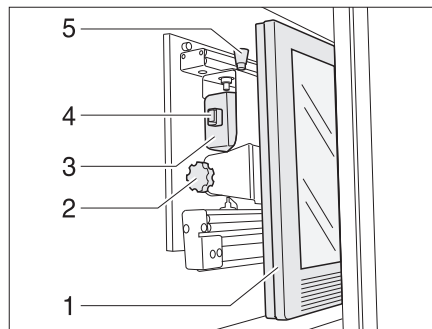

Fig. 130 Meuble télévision
- Appuyer sur le bouton de déverrouillage (Fig. 130,5) et tirer le support de l'écran plat jusqu'à la butée vers l'avant, à l'aide de la poignée (Fig. 130,4).
- Tirer le bouton de déverrouillage (Fig. 130,1) et faire pivoter l'écran plat (Fig. 130,2) dans la position souhaitée.
- Desserrer la vis moletée (Fig. 130,3).